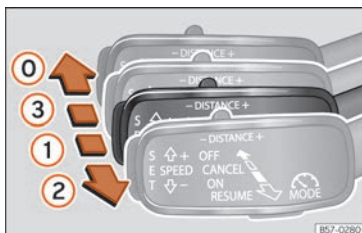
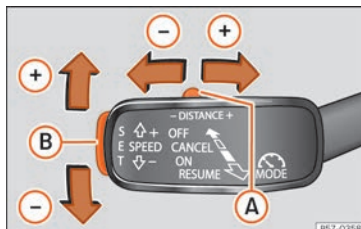

Abb. 157 Links an der Lenksäule: dritter Hebel für die Bedienung der ACC.
Abb. 158 Links an der Lenksäule: dritter Hebel für die Bedienung der ACC.
Ihr Fahrzeug verfügt über ACC, wenn auf der linken Seite der Lenksäule der dritte Hebel vorhanden ist »» Abb. 157.
- Bewegen Sie den dritten Hebel in die Stellung **ON** » **Abb. 157 ①**
- Um die Regelung zu beginnen, drücken Sie die Taste **SET** » **Abb. 158 ②** oder bewegen Sie den Hebel in die Stellung **RESUME** » **Abb. 157 ②**.
»» **Abb. 158.** Die Einstellung der Geschwindigkeit erfolgt in Schritten von 10 km/h (5 mph).
Bei aktivierter ACC können Sie den Hebel in die Stellung **RESUME** »» **Abb. 157 ②** drücken, um die Geschwindigkeit in Schritten von 1 km/h (1 mph) zu erhöhen. Anschließend können Sie **SET** drücken, um die Geschwindigkeit in Schritten von 1 km/h (1 mph) zu reduzieren.
- Taste **A** »» **Abb. 158** nach rechts oder links verschieben, um den Abstand zu erhöhen oder verringern.
- Bringen Sie den dritten Hebel in die Stellung **CANCEL** »» **Abb. 157 ③** oder treten Sie das Bremspedal.